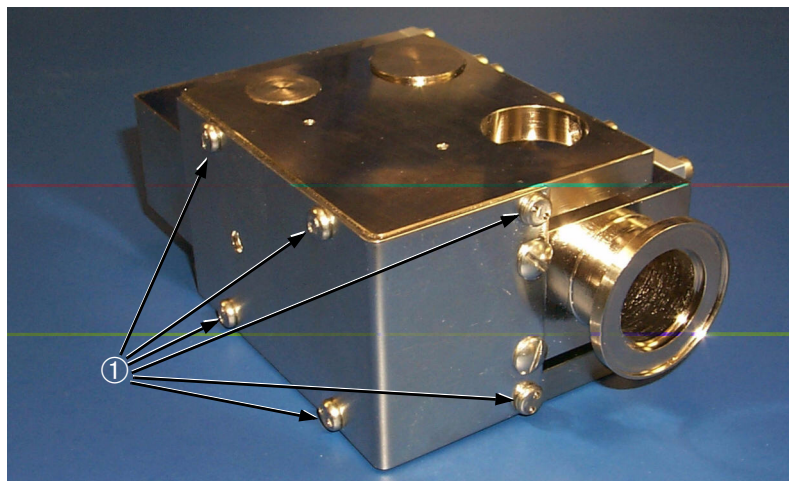

图 4-6 磁体支架螺丝
请勿在维护质谱计管时拆除图 4-6 中显示的 6 个磁体支架螺丝①。